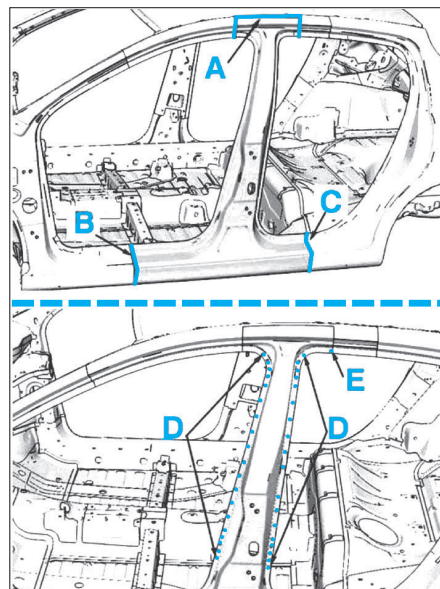

FIG. 37
- Poser et souder la pièce neuve aux endroits indiqués A, B, C, D, E, F et G (Fig.37) et (Fig.38).